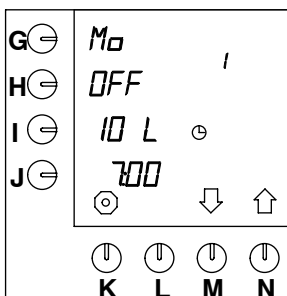

Fig. 12 Impostazioni standard preprogrammate
- Quindi sullo schermo viene visualizzato il **primo** orario preprogrammato **per il giorno seguente** (fig. 12).
- Quindi sullo schermo viene visualizzato il successivo orario impostato (vedere fig. 12)